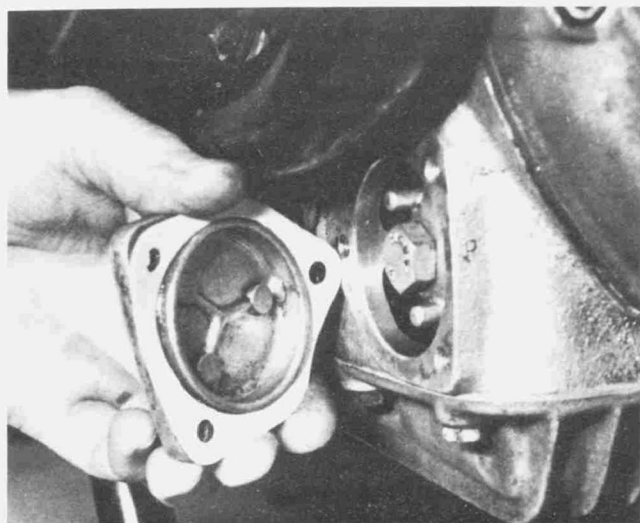

Bild 211
- Die drei versenkten Schlitz- oder Sechskantschrauben aus dem dreieckigen Filterdeckel, der sich rechts vom Ölsumpf befindet, herausdrehen. Beim Abnehmen des Deckels muss auf die Dichtung geachtet werden (Bild 211).